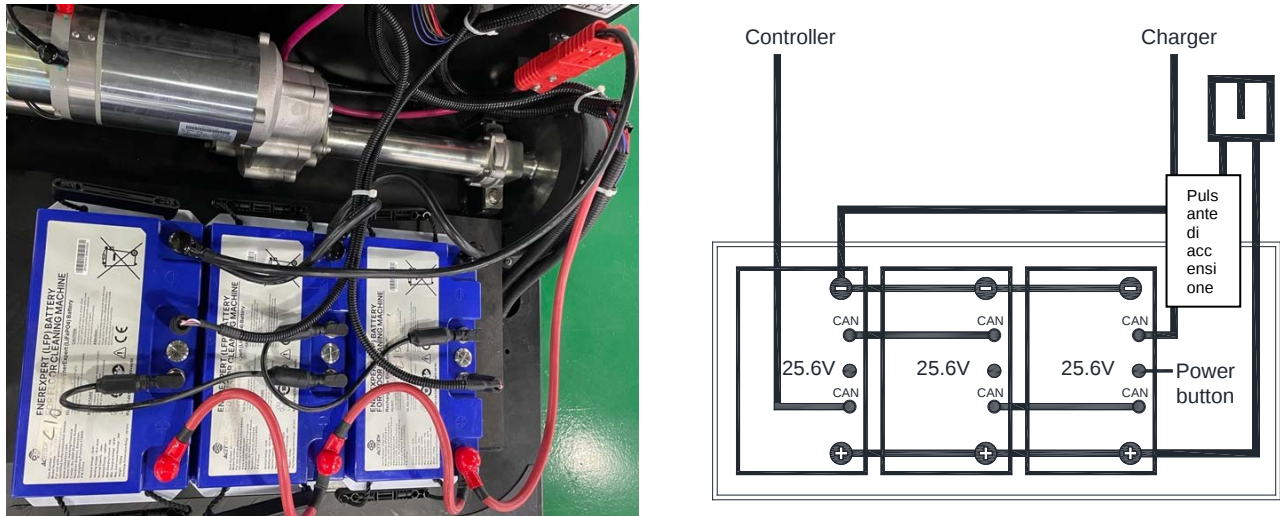

Figura 57
3. La macchina è dotata di cavi della batteria adatti all'installazione di 3 o 4 batterie ACE. Inserire con cura le batterie nello scomparto, quindi installare il cavo della batteria come nella Figura 57, serrare con cura il dado su ciascun terminale della batteria.